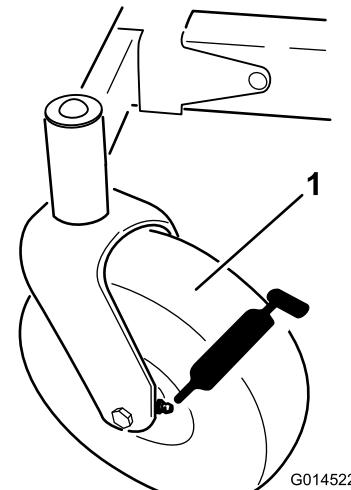
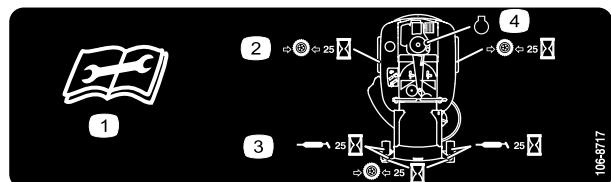

Figura 34
Figura 35
3. Pulite i raccordi d'ingrassaggio (Figura 34 e Figura 35) con un cencio, e togliete eventuali tracce di vernice davanti ai raccordi.
4. Collegate un ingassatore a pressione a ciascun ingassatore (Figura 34 e Figura 35). Pompatate del grasso nel raccordo finché non inizia a fuoriuscire dai cuscinetti.